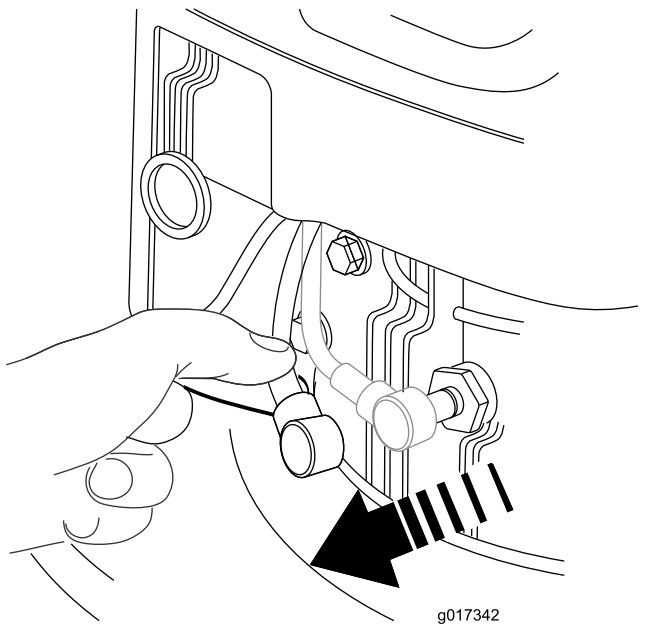

Рисунок 19
2. Прежде чем выполнять любые процедуры технического обслуживания, отсоедините провод от свечи зажигания. **Рисунок 19**